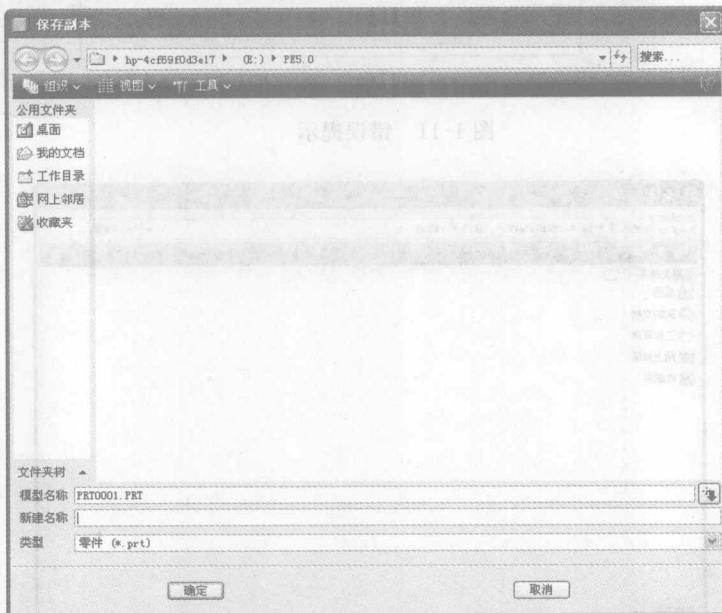

图 1-10 “保存副本”对话框
- (1) 单击“文件”→“保存副本”，打开如图 1-10 所示“保存副本”对话框。在“模型名称”框中出现活动模型的名称。也可以单击  按钮选取其他模型。